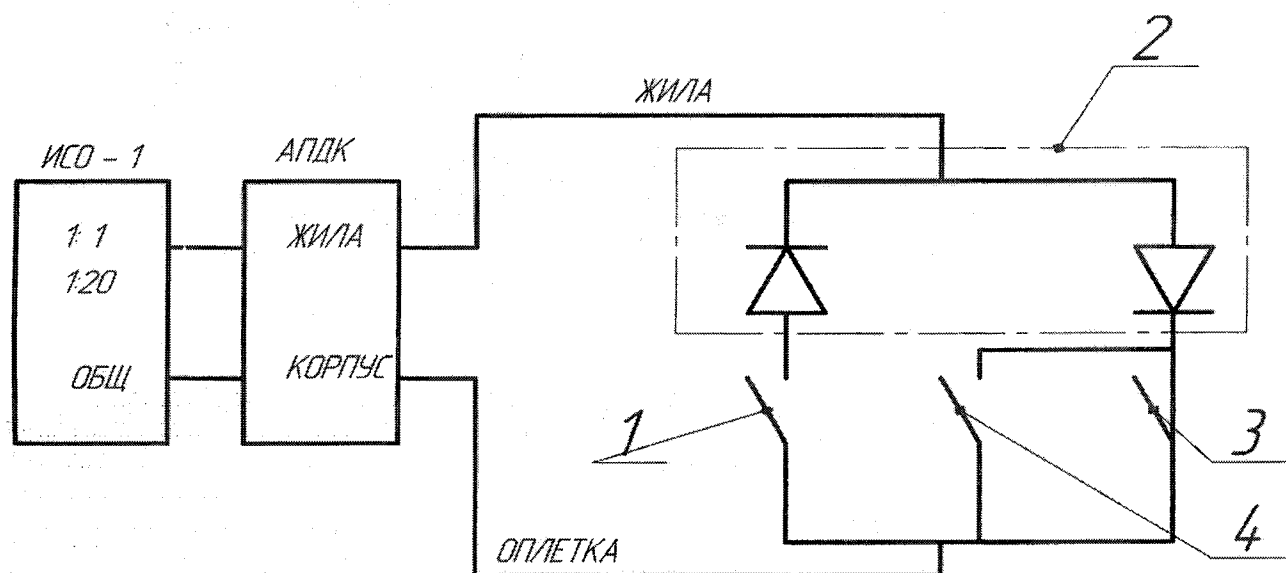

Рис. 12 Подключение диодного делителя
5.2 Прибор выполнен в корпусе для переносного исполнения, в его состав входит одна плата с электронными элементами. Органы индикации и управления расположены на лицевой панели прибора. Адаптер предназначен для работы в составе установки ГР-70 и работает только в комплекте с диодным делителем сигналов. При подключении диодного делителя и адаптера строго соблюдать полярность, приведенную на рис. 12.